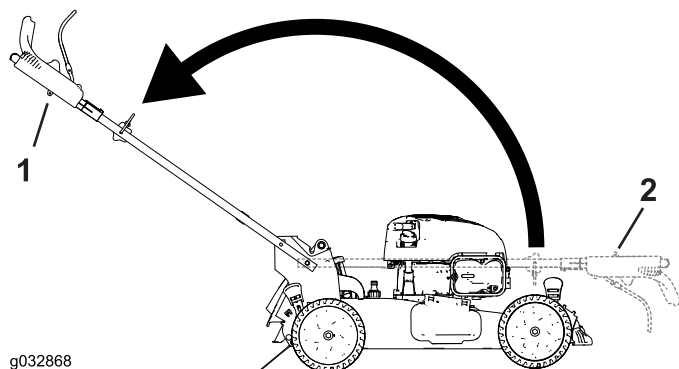

**Figura 4**
2. Instale los extremos del manillar en la carcasa del cortacésped, de modo que el pasador instalado en cada soporte del manillar se encuentre en el orificio inferior de su extremo del manillar relacionado (Figura 4).